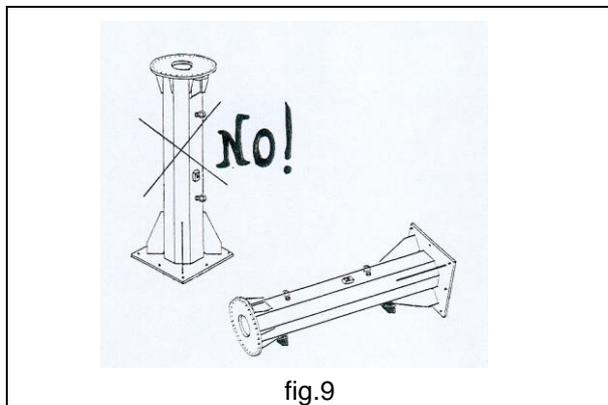

fig.9
- **Tous les éléments ou composants doivent être posés ou fixés de manière stable durant toutes les phases de la manutention, du transport et du stockage et ne doivent pas être renversés ni placés en position verticale ou sur un côté (fig.9).**